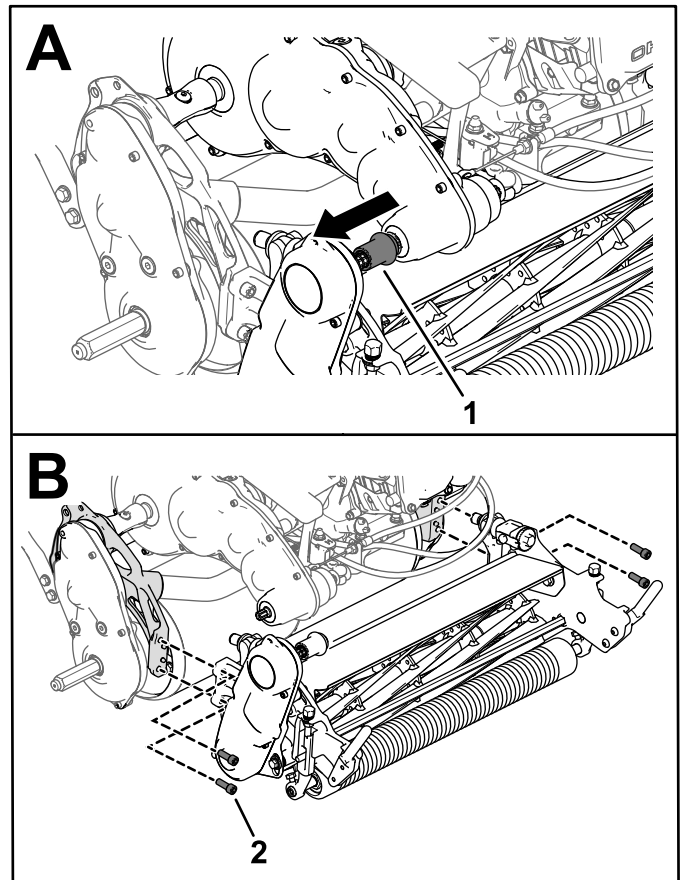

Figura 52
3. Suelte el acoplamiento de la transmisión de la unidad de corte del árbol de la transmisión (Figura 52).
4. Retire los tornillos allen que fijan la unidad de corte al bastidor (Figura 52).